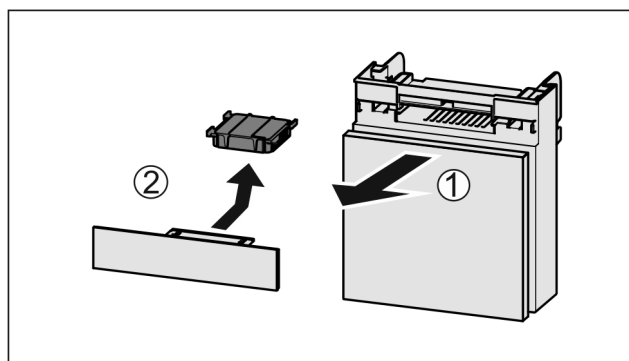

Fig. 113
- Predal izvlecite Fig. 113 (1) naprej.
- Odstranite Fig. 113 (2) aktivni ogljeni filter.